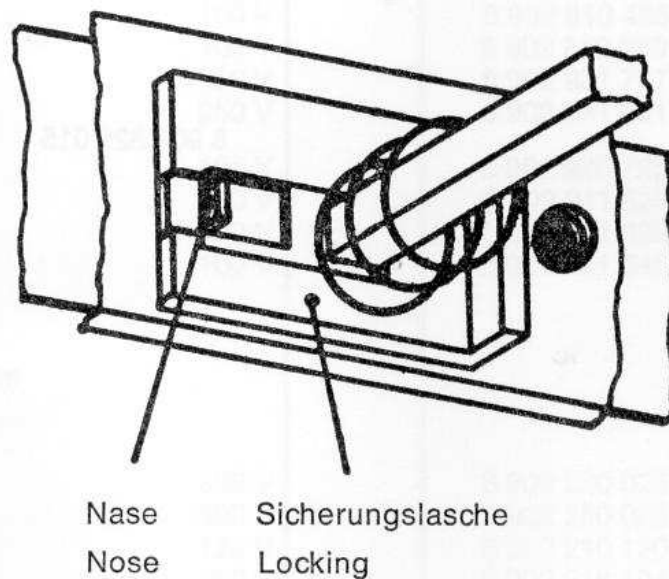

Fig. 4
- 3.2 Mit einer Spitzpinzette die Sicherungsglasche (am Drucktastenschieber der Taste „UKW“) nach vorn aushaken (Fig. 4).
- 3.3 Durch leichten seitlichen Zug (ca. 1 mm) an der Nase des Sicherungsschiebers (Fig. 4) erfolgt die Entriegelung der 4 Tasten (Tasten festhalten!).
- 3.2 With a pair of tweezers release the locking at the rod of the button "UKW", see fig. 4.
- 3.3 By pulling slightly sideways (approx. 0.04 inch) at the nose of the securing slide (see fig. 4) the disengagement of the 4 pushbuttons takes place (retain pushbuttons!).